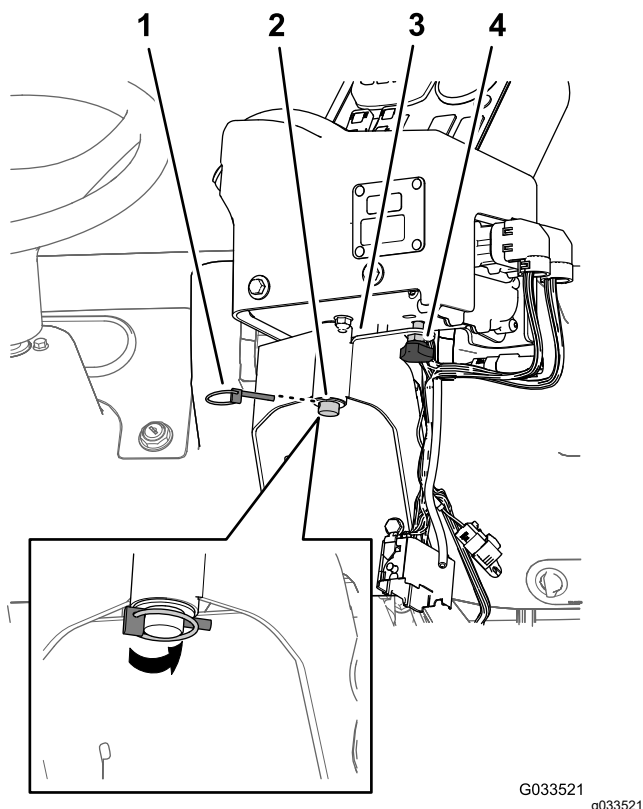

Figura 19
2. Instalai consola de comandă pe suportul de montaj al sistemului de control i fixai consola de comandă cu tiftul cu clemă i arc (Figura 19).
3. Instalai rozeta manuală i strângei-o pentru a preveni rotirea consolei în timpul funcționării (Figura 19).